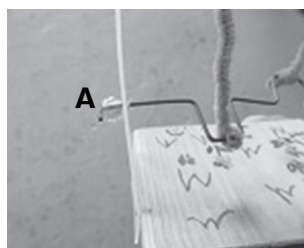

図 2
- (2) PP シートを両端から 8 cm の位置で折り曲げ、木材の中央 1 か所にタッカーで止め、コの字型に固定します。
- (3) 固定した PP シートの内側から直径 3 mm の穴に(1)の針金の端を B、A の順にそれぞれ通します。
- (4) 針金 A にビーズを通し、5 mm 程度折り曲げます (図 2)。